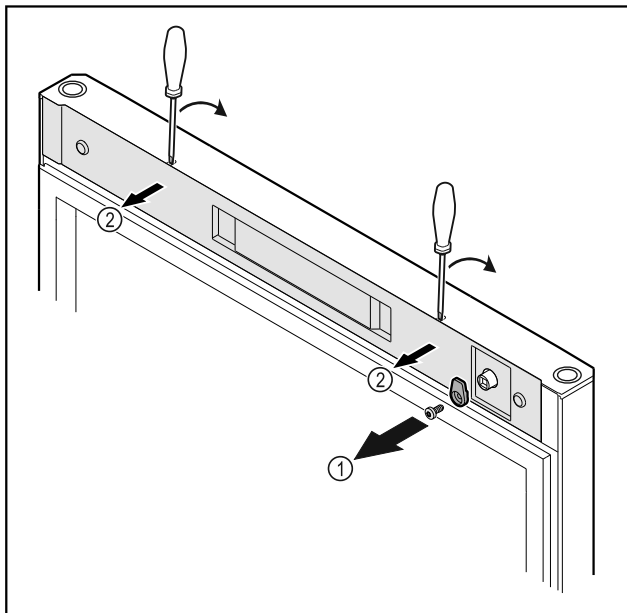

Fig. 18
- Відкрутити запірний гачок Fig. 18 (1).
- За допомогою малої викрутки зніміть з фіксатора кришку Fig. 18 (2) і видалить.